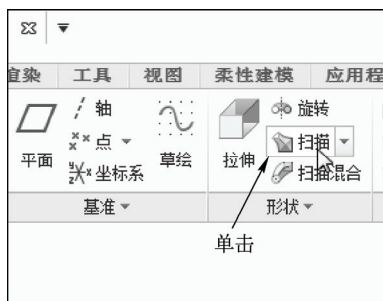

图 6-42 单击“扫描”按钮
STEP 02 在功能区选项板的“模型”选项卡中，单击“形状”面板中的“扫描”按钮，如图 6-42 所示。